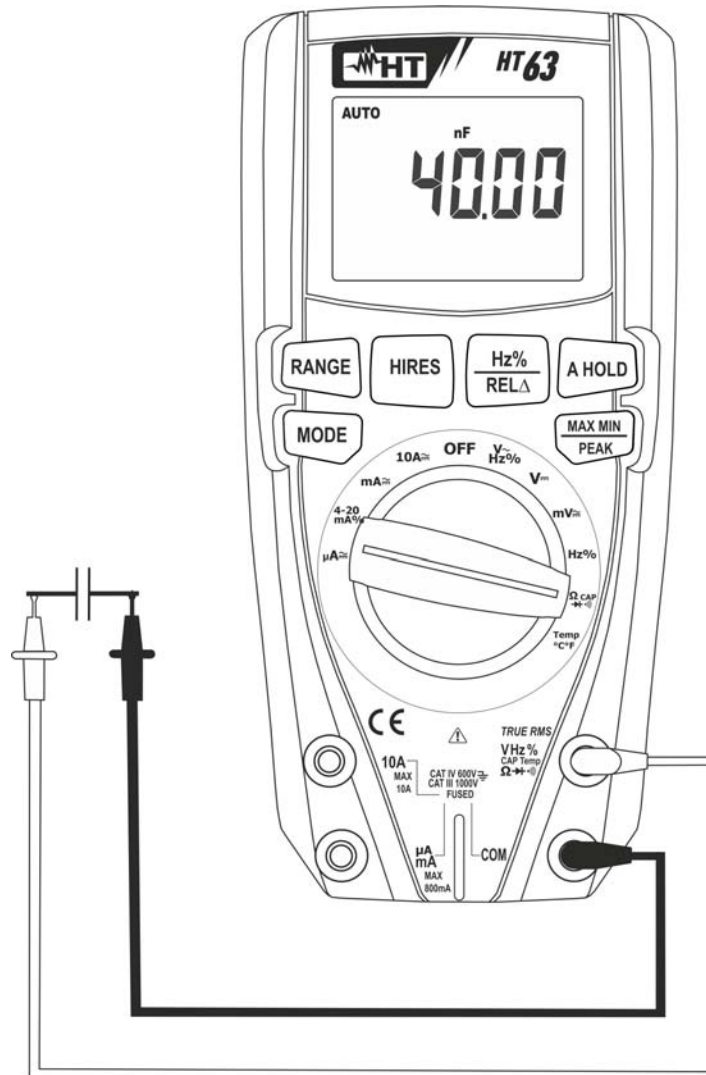

Fig. 7: Uso del instrumento para medida de Capacidades
5. Posicione las puntas de prueba en los extremos del condensador en examen respetando eventualmente las polaridades positivas (cable rojo) y negativas (cable negro) (vea Fig. 7). El valor de la capacidad se muestra en pantalla. La barra grafica no está activa en esta función